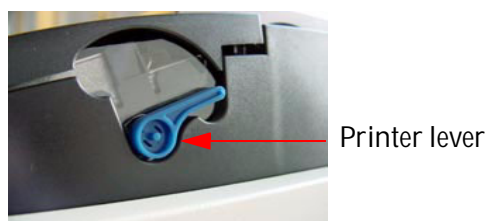

Fig. 18
- 确认打印机扳手处于向下位置（见图18）（只有打开纸盖才能看到）。